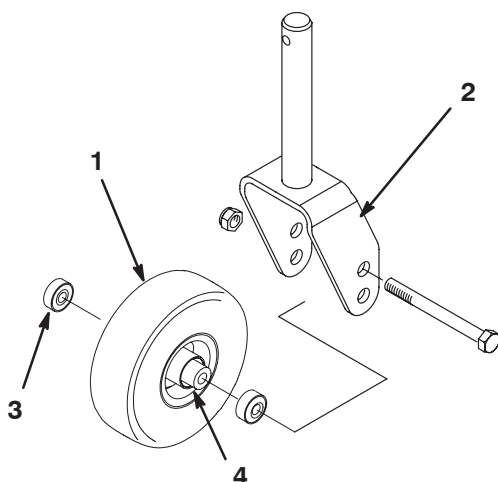
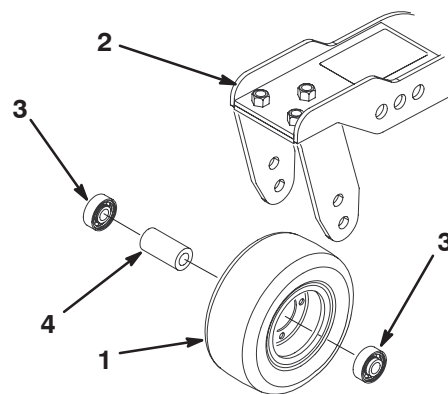

Figure 81
Figure 82
1. Retirez le contre-écrou de la vis qui fixe l'ensemble roue pivotante entre la chape (Fig. 81) ou le bras pivotant (Fig. 82). Maintenez la roue pivotante et enlevez la vis de la chape ou du bras pivotant.
2. Enlevez le roulement du moyeu de la roue et laissez tomber la douille d'écartement à l'extérieur (Fig. 81 et 82). Déposez le roulement de l'autre côté du moyeu.